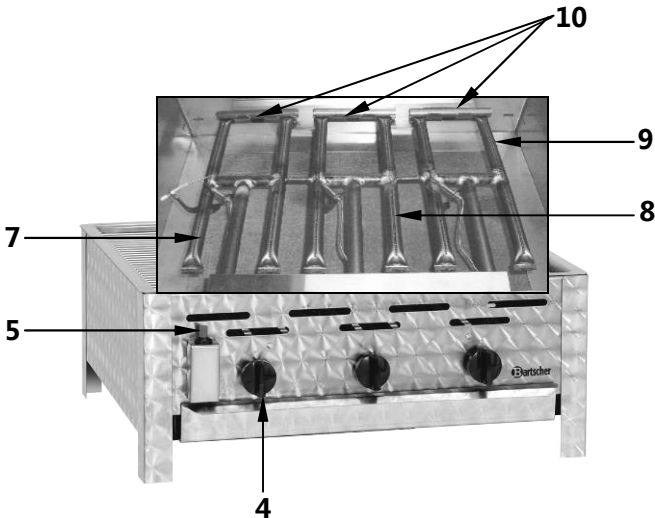

Fig. 3
- Para substituir os tubos dos queimadores, deve-se remover os grampos, (10, fig. 3), e após a montagem dos novos tubos dos queimadores, coloque-os novamente.